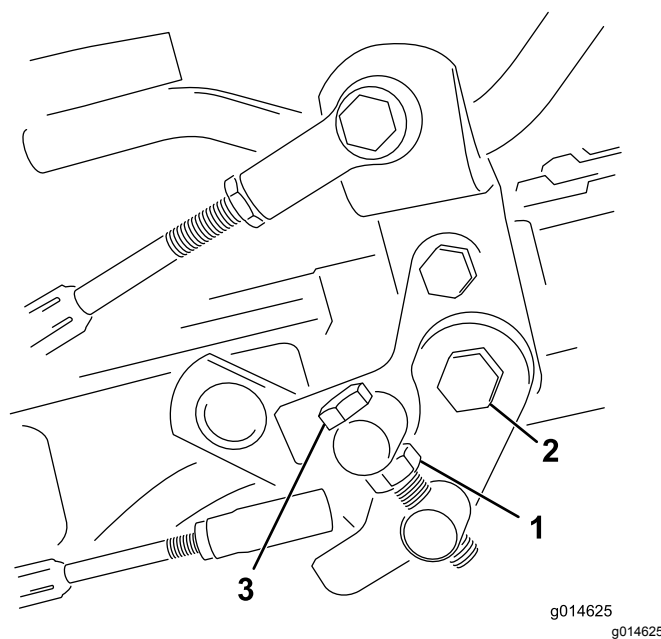

Figure 48
1. Desserrez l'écrou de blocage sur le boulon de tourillon (Figure 48).
4. Serrez l'écrou de blocage sur le boulon de tourillon et l'écrou sur le pivot de la pédale pour bloquer le réglage (Figure 48). Vérifiez le réglage et ajustez-le si nécessaire.